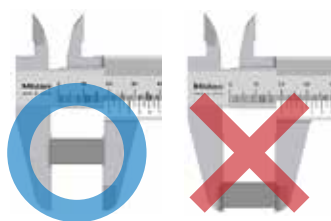

Fig. 5
2. Asegúrese de aplicar fuerza constante durante la medición y mida un objeto tan cerca como sea posible del brazo principal. Es mejor evitar la medición con las puntas de las superficies de medición. (**Fig. 5**)